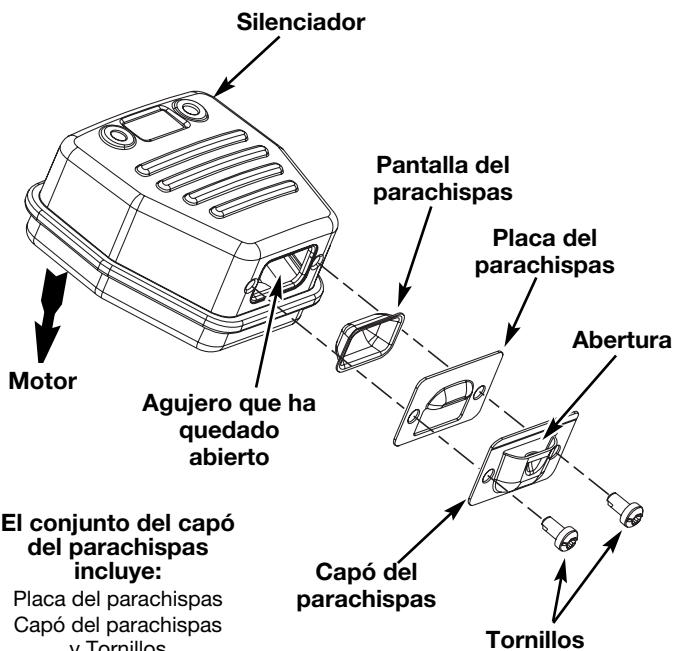

Fig. 26
- Localice el silenciador, pero no lo quite. Busque los dos (2) tornillos en la parte inferior del silenciador (Fig. 26). Estos dos tornillos unen el conjunto de deflector de escape y la pantalla del parachispas a la parte inferior del silenciador. Quite los dos (2) tornillos usando una llave torx No. 20 o un destornillador plano.
- Coloque la placa del parachispas encima del parachispas con el lado "levantado" hacia arriba mirando al motor (Fig. 26).
- Coloque el capó del parachispas encima de la placa del parachispas con el lado "levantado" hacia arriba y la apertura mirando en dirección CONTRARIA al motor (Fig. 26). Asegúrese de que el escape se dirija en dirección CONTRARIA al motor.